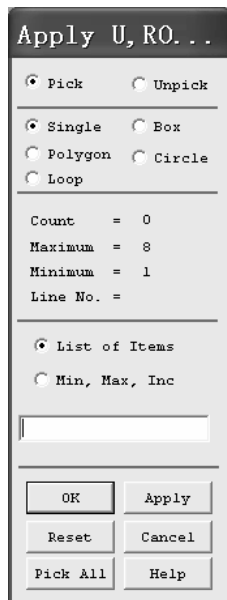

图 4-25 “Apply U, RO...”窗口
(5) 在“Contact Component or Part no.”后选择“1”, 在“Target Component or Part no.”后选择“2”。以上操作表示将 Part1 和 Part2 之间设置为面面自动接触。
(6) 依次选择 Main Menu>Preprocessor>LS-DYNA Options>Constraints>Apply>On Lines, 弹出“Apply U, RO...”窗口(见图 4-25), 光标变为黑色向上的箭头。